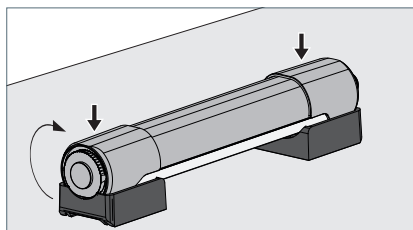

Fig. 9: Monter le luminaire.
- Tournez le luminaire d'au moins 90° le long des supports de façon à ce que les ergots d'encliquetage des supports entrent dans les rainures des caches latéraux, voir Fig. 9.